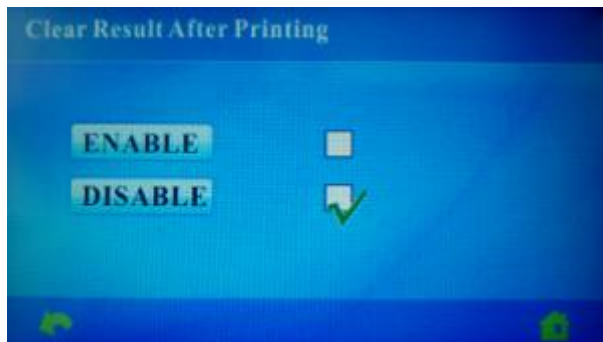

Рис.14
- 3) **Clear Result After Printing** - Установка сброса счета после печати чека рис.14.